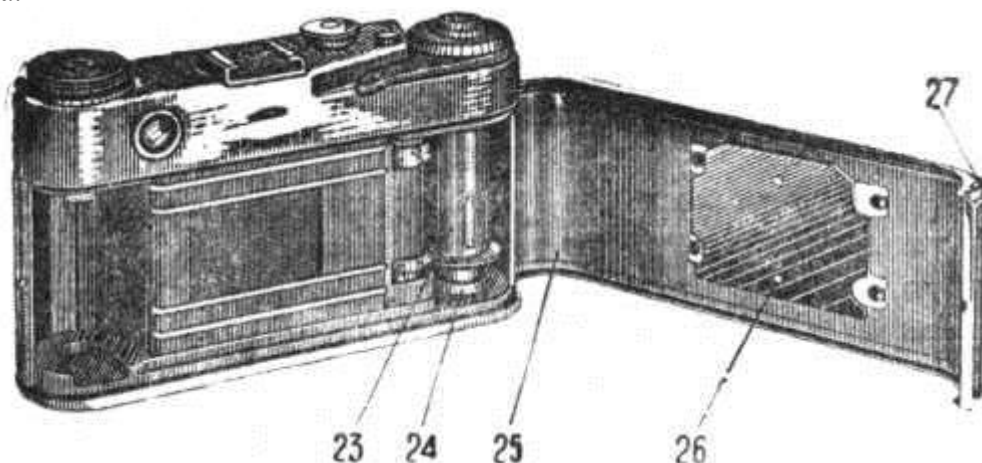

Рис. 6
1. Как открыть и закрыть фотоаппарат (рис. 6)